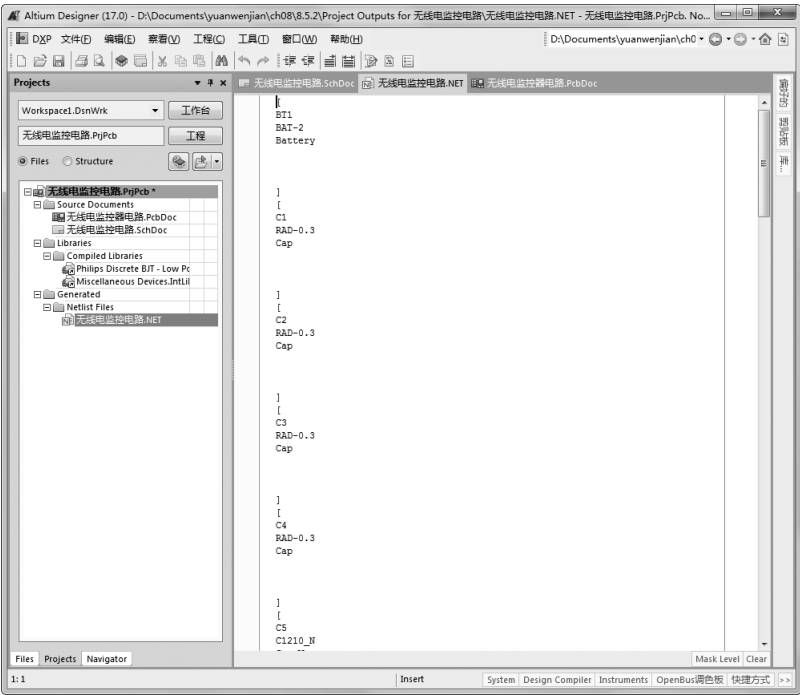

图 8-47 生成网络报表
(2) 完成编译后，检查是否将电路原理图中用到的所有元器件所在的库添加到当前库中。
(3) 在原理图编辑环境中，选择菜单栏中的“设计”→“工程的网络表”→“Protel”（生成原理图网络表）命令，生成网络报表，如图 8-47 所示。